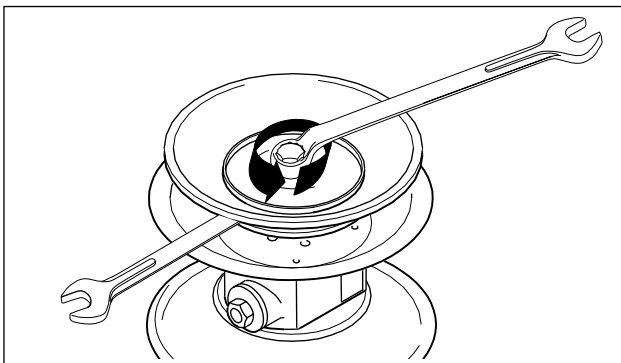
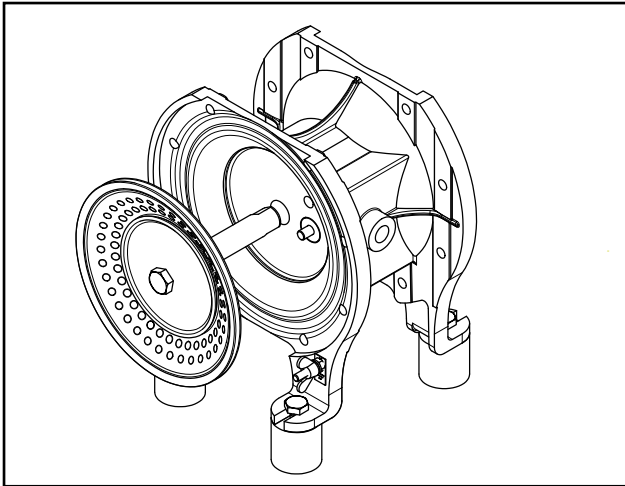

Abb. 10: Membranteller lösen. (Entfällt bei noppedE4® Membrane.)
Abb. 21: Herausziehen der Membrane mit Kolbenstange
der Membran abnehmen (Abb.10). Bei Kunststoffpumpen vorher Kunststoffkappe aufschrauben (ab DL25).
- äußeren Membranteller lösen und mit der Membrane abnehmen (Abb.10 u. Abb. 21)
- Membranen lösen, siehe Abb. 10 u. 21
- Die Demontage von Pumpenkammern, Stutzen u. Membranen kann praktischer Weise bei aufrecht stehender Pumpe im Rahmen erfolgen (Abweichend zur Abb. 10)
siehe auch 5.3.2.3. Abweichend zu Abb. 21 die Membranteller zunächst lösen. Die Kolbenstange separat aus dem Steuerblock entfernen.